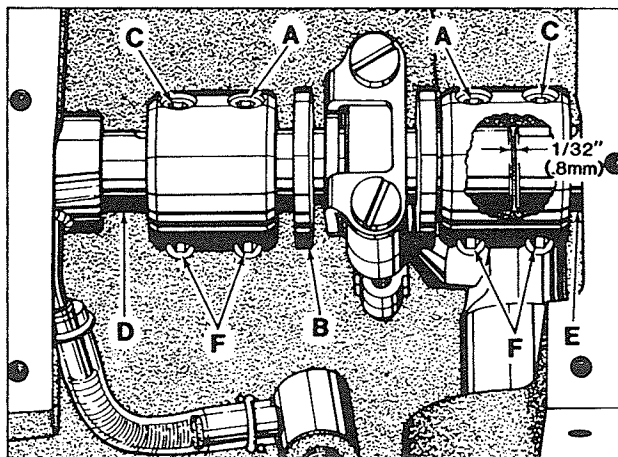

Fig 17
Viendo la máquina de atrás hacia adelante, los tornillos (A, Fig. 17) en las conexiones tienen que coincidir con los huecos en el cigüeñal del accionamiento del looper (B) y los tornillos (C) tienen que coincidir con las superficies planas en el cigüeñal (D) y del eje principal (E).
El cigüeñal del accionamiento del looper (B, Fig. 17) tiene que estar a una distancia lateral de 1/32 pulgadas (0,8 mm) al eje principal (E) como se demuestra en Fig. 17. Una vez que estos ajustes estén logrados es muy importante fijar las conexiones en la siguiente secuencia para lograr un funcionamiento óptimo.